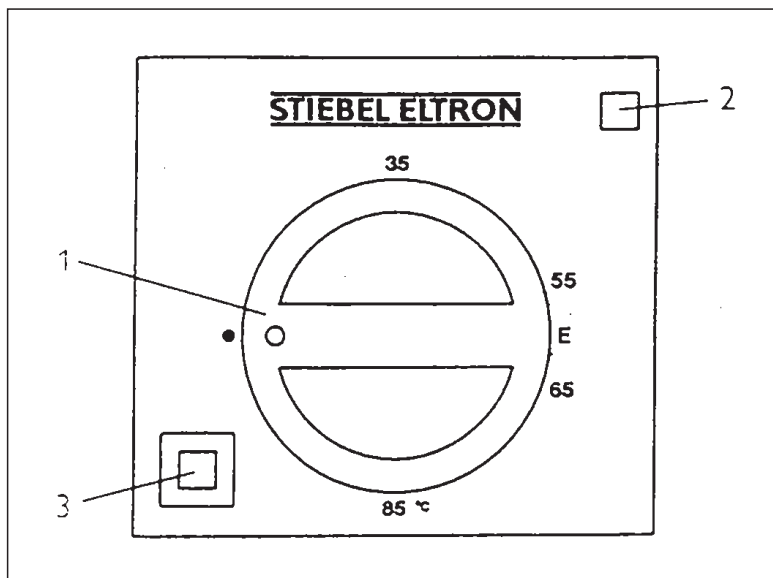

Fig. 2
Ajuste de la temperatura sin solución de continuidad desde aprox. 35 hasta aprox. 85 °C (fig. 2).
Discrecionalmente se puede activar el calentamiento rápido presionando el pulsador (fig. 2, pos. 3). Cuando se alcanza la temperatura ajustada, el calentamiento rápido se desconecta y ya no se vuelve a activar.
► **Funcionamiento como calentador (HFA 30-150 Z)**. El HFA 30-150 Z calienta una vez el contenido de agua del termo-acumulador. Cada operación de calentamiento se debe activar presionando el pulsador (fig. 2, pos. 3).
Botón selector de temperatura (fig. 2, pos. 1)
En los modelos HFA 30-150 E y HFA 30-150 Z, en el funcionamiento monocircuito y como calentador, el **piloto señalizador** del cuadro de mandos (fig. 2, pos. 2) brilla durante el calentamiento.